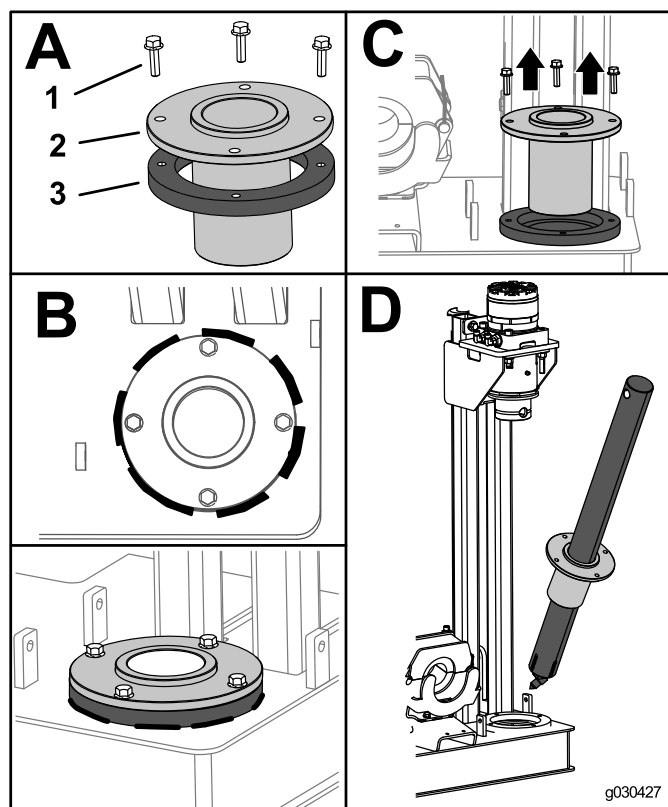

Figura 4
1. Instale la guía de la estaca en el anillo de guía con los 8 pernos (M8) (Figura 4, A).
4. Suelde el anillo de guía en la máquina con 7 soldaduras equidistantes de 5 cm x 0.64 cm (2" x 0.25"), como se muestra en la Figura 4, B.
5. Retire los pernos y la guía de la estaca (Figura 4, C).
7. Coloque la guía de la estaca en la estaca, y la estaca en el anillo de guía de la máquina (Cuadro D de Figura 4).
9. Fije el anillo de la guía de la estaca en el anillo de guía soldado con los 8 pernos (M8-1 1/4 x 20 mm) (Figura 4).